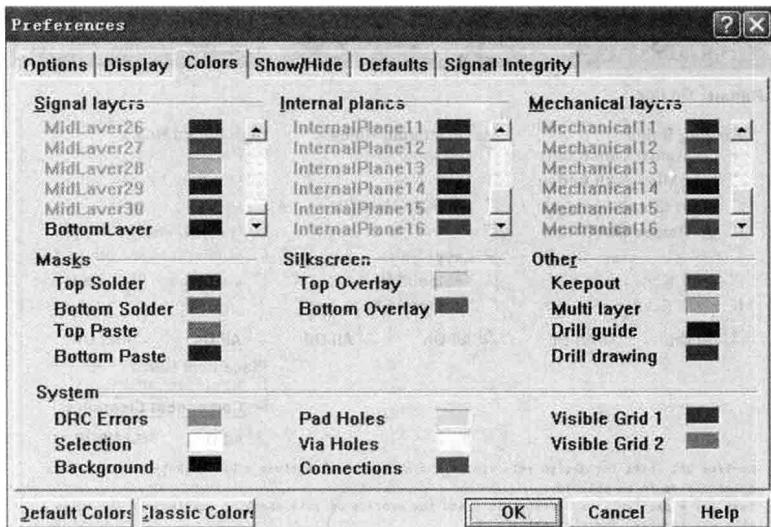

图 1-2 工作板层
(2) 在工作层方面,Protel 99SE 新增加了 32 层布线层(Signal Layers)、16 个电源接地层(Power/Ground Planes)、16 个机械层(Mechanical Layers)。可以全部自定的层叠结构(Layer Stack)与钻孔层对(Drill Pair)设定。从图 1-2 中可以看出增加的板层数目。